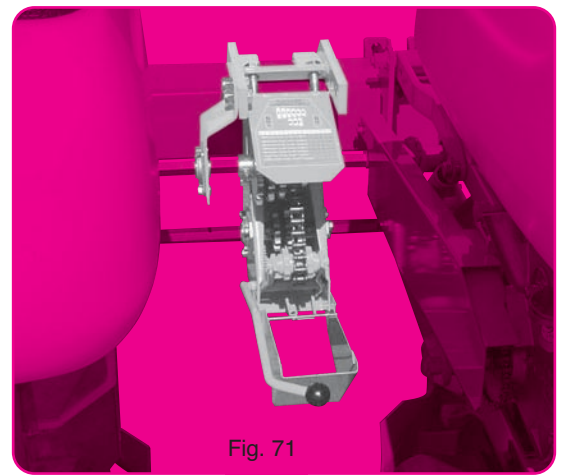

Fig. 71
- Montage déporté (fig.71) pour semoir à nombre de rangs impair. La boîte se place à gauche et au plus près de l'élément central : pour cela supprimer 1 des paliers ④ support axe hexagonal.
- Offset assembly (fig. 71) for planters with an odd number of rows and inter-row spacing under 45 cm (18"). The gearbox is then mounted on the left and as close as possible to the central metering unit. To do so, remove one of the bearing fingers ④ which support the hexagonal shaft.
Seitlich gesetzte Montage (Abb. 71) für Sämaschinen ungerader Reihenanzahl und Reihenabstände unter 45 cm. Das Wechselgetriebe wird links und ganz nah am mittleren Element angebracht. Bei dieser Stellung ist die Lagerstütze ④ zu entfernen.
- Montage uit het midden (fig. 71) voor een zaaimachine met een oneven aantal rijen. De tandwielkast wordt links van, en zo dicht mogelijk bij het middelste element geplaatst. Daartoe één van de lagers ④ verwijderen.